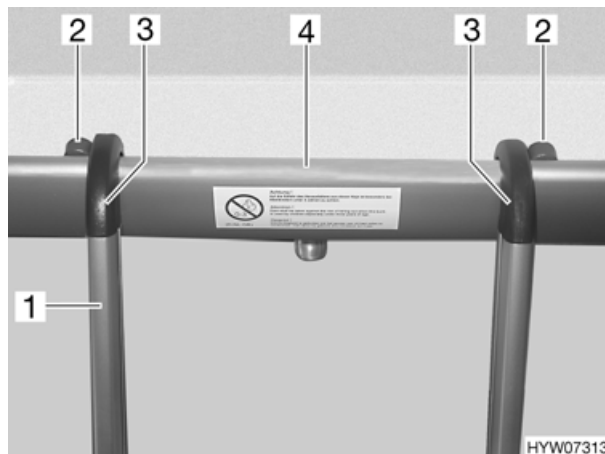

Fig. 27 Scaletta di accesso
- Agganciare la scaletta di accesso (Fig. 27,1) con i due staffe (Fig. 27,3) al diaframma (Fig. 27,4). Verificare che le staffe vengano agganciate tra i due elementi di fissaggio (Fig. 27,2). Così la scaletta di accesso non può scivolare via lateralmente.